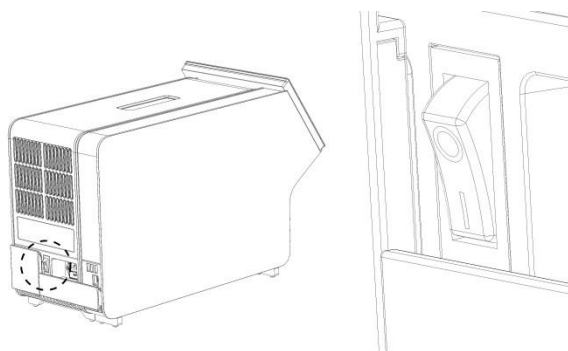

**Figura 7. Conectarea cablului de alimentare.**
7. Conectați cablul de alimentare livrat împreună cu QIAstat-Dx Analyzer 1.0 în partea din spate a modului analitic (Figura 7).